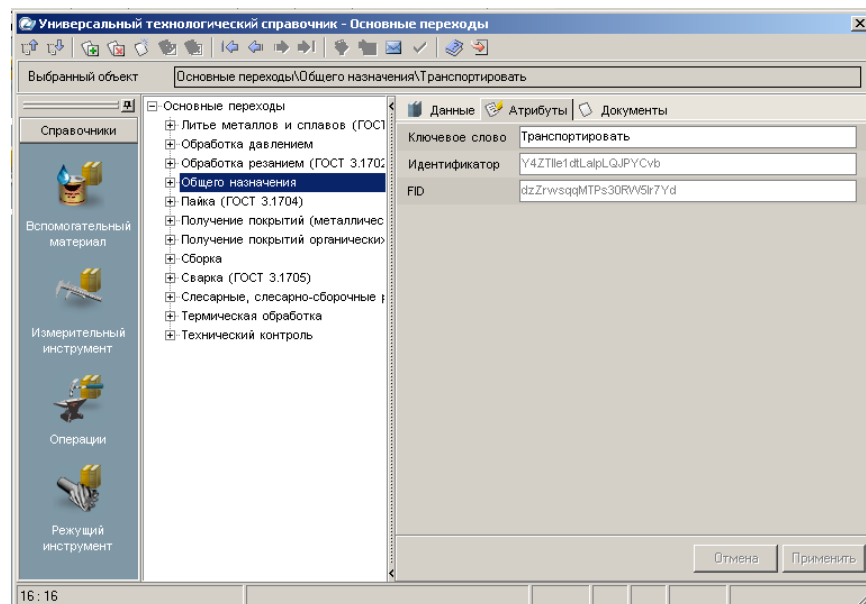

Рис.1
13. В открывшейся вкладке **Атрибуты** в ячейке **Ключевое слово**, наберите с клавиатуры «*Транспортировать*» и нажмите кнопку **Применить** внизу справа (рис. 1).